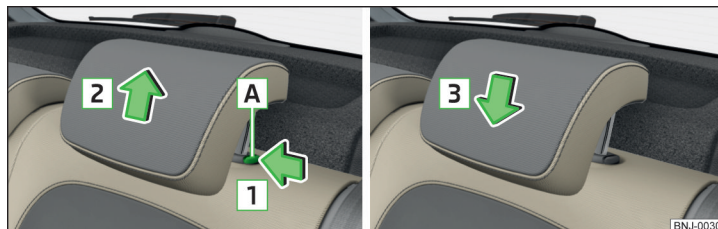

Fig. 56 Tetiere: demontare/montare
- Apăsăți tasta de siguranță în direcția săgeții și scoateți tetiera în direcția săgeții » fig. 56.